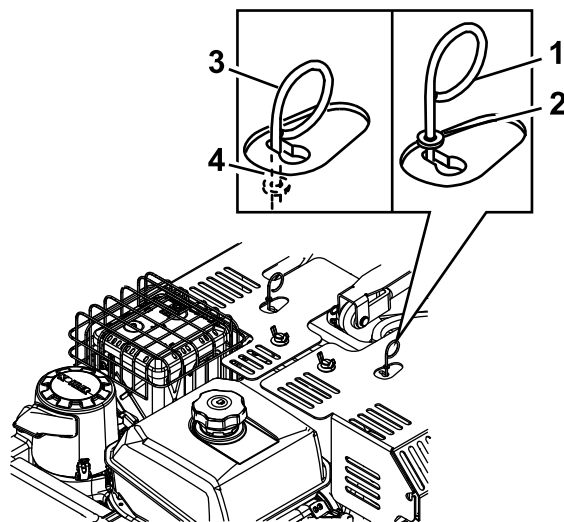

Bild 28
2. Bewegen Sie den Hebel in die größere Öffnung des Schlitzes (Bild 28).
3. Drücken Sie den Hebel nach unten, bis sich die Unterlegscheibe im Rahmen befindet (Bild 28).
4. Bewegen Sie den Hebel zum schmalen Teil des Schlitzes und lassen Sie den Hebel los (Bild 28).
2. Bewegen Sie den Hebel des Freigabeventils in die größere Öffnung des Schlitzes (Bild 28).
3. Drücken Sie den Hebel nach unten, bis sich die Unterlegscheibe außerhalb des Rahmens befindet (Bild 28).
4. Bewegen Sie den Hebel des Freigabeventils zurück zum schmalen Teil des Schlitzes und lassen Sie den Hebel los (Bild 28).